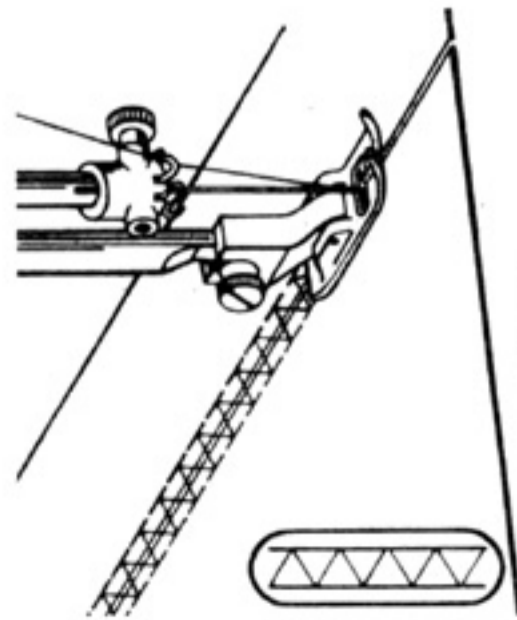

Рис. 72
50. Обметочная строчка (рис. 72)